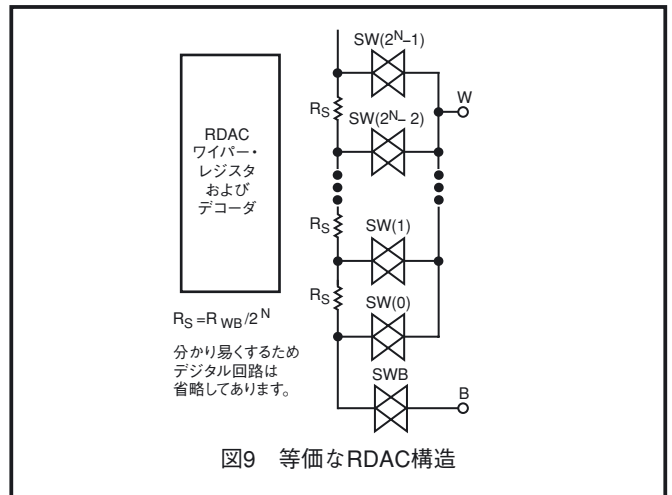

図9 等価なRDAC構造
特許申請中のRDACには、ワイパー接続として機能するアナログ・スイッチのアレイが付いた、等しい抵抗セグメントの連鎖が内蔵されています。ポジション数がデバイスの分解能になります。ADN2850は1024個の接続ポイントを持ち、0.1%より精度の高い設定可能な分解能を提供します。図9に、RDACの2本の端子の間の接続(1チャンネルのRDACを構成)の等価な構造を示します。S_{WB}は常にONで、一方、スイッチSW(0)~SW(2^N-1)の内の1つだけが、データ・ビットからデコードされた抵抗ポジションに応じて、ONになります。スイッチは理想的でないため、50 Ωのワイパー抵抗(R_w)を持っています。ワイパー抵抗は、電源電圧と温度の関数です。電源電圧が低くなると、または温度が高くなると、ワイパー抵抗は大きくなります。出力抵抗の正確な予測が必要な場合は、ワイパー抵抗の動作を知る必要があります。
3番目の接続は次のタップ・ポイントで、データ002_Hに対して R_{WB} (2) = 48.8 + 50 = 98.8 Ω となり、以後同様に続きます。LSBデータの各値が増加するに従ってワイパーは抵抗ラダーを上を移動し、最後のタップ・ポイント R_{WB} (1023) = 25026 Ω に到達するまで移動します。図9に示す等価回路の簡略化した図を参照してください。